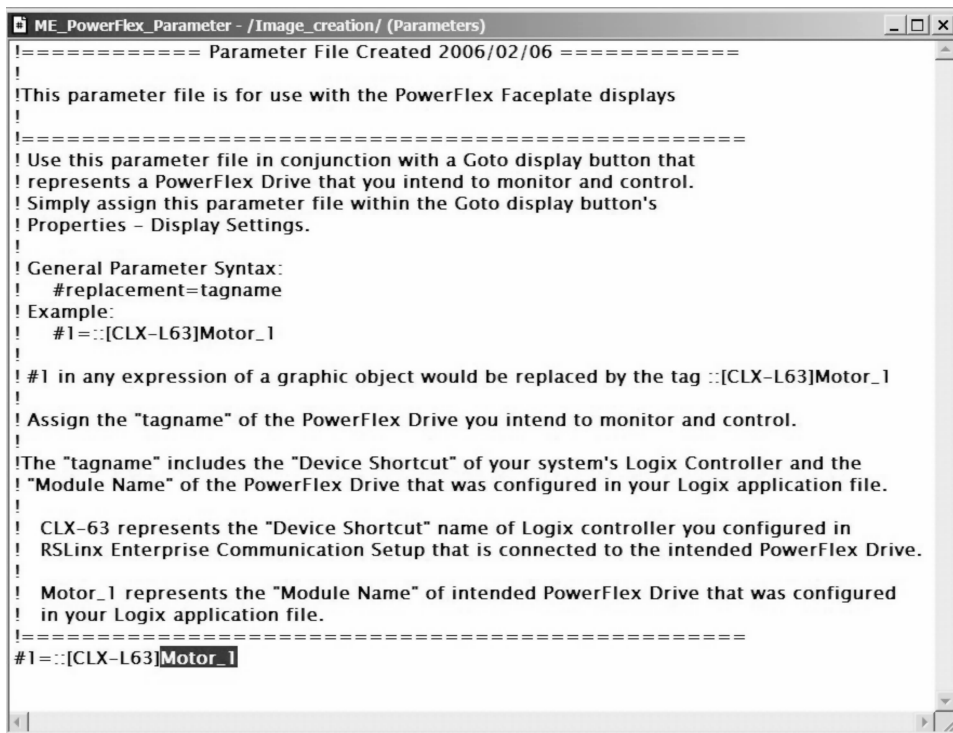

图 24-29 输入“模块名称”
b) 输入您需要监视和控制的、先前已在步骤 3b 中，于 Logix 组态部分内组态的预定 PowerFlex 变频器（即 Motor_1）的所需“模块名称”。关闭并保存更改，如图 24-29 所示。